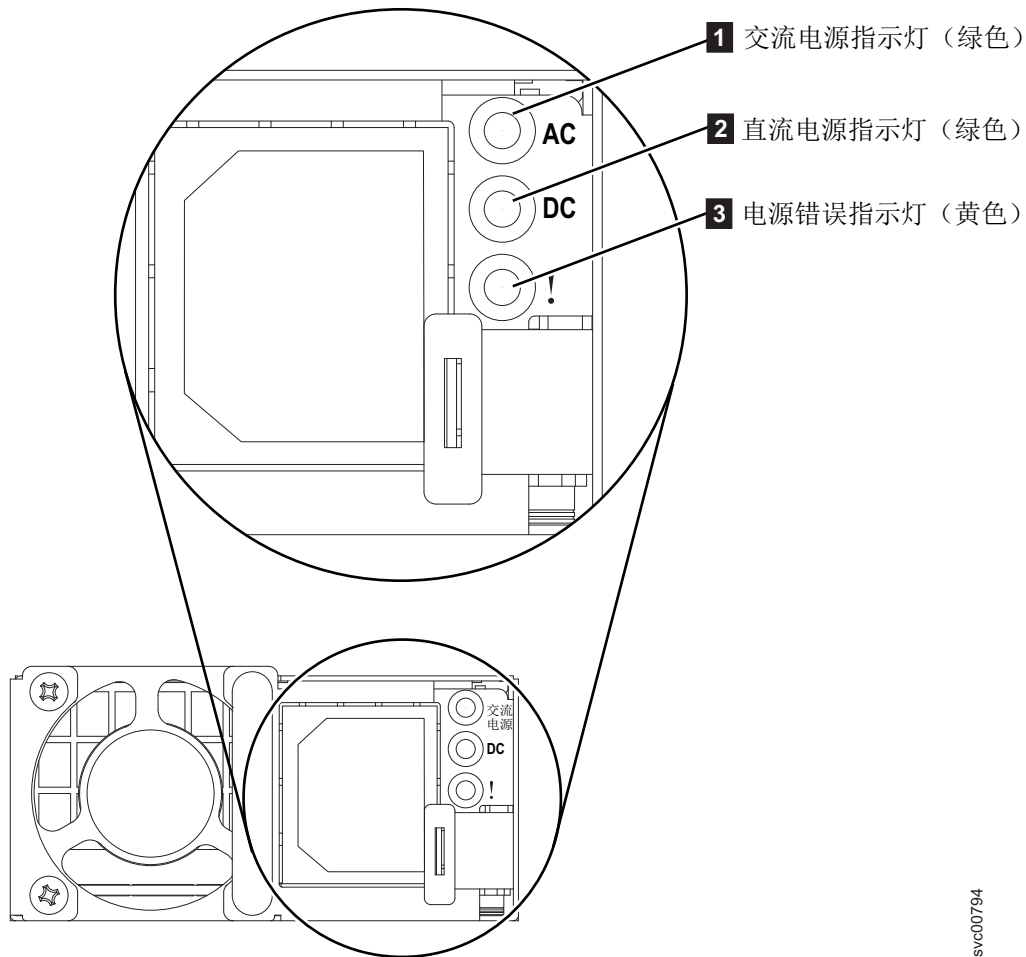

图 142. SAN Volume Controller 2145-DH8 交流、直流和电源错误指示灯
4. 在每个电源中电源线接口的左侧，验证交流电源指示灯（第 172 页的图 142 中的 **1**）和直流电源指示灯（**2**）是否亮起。